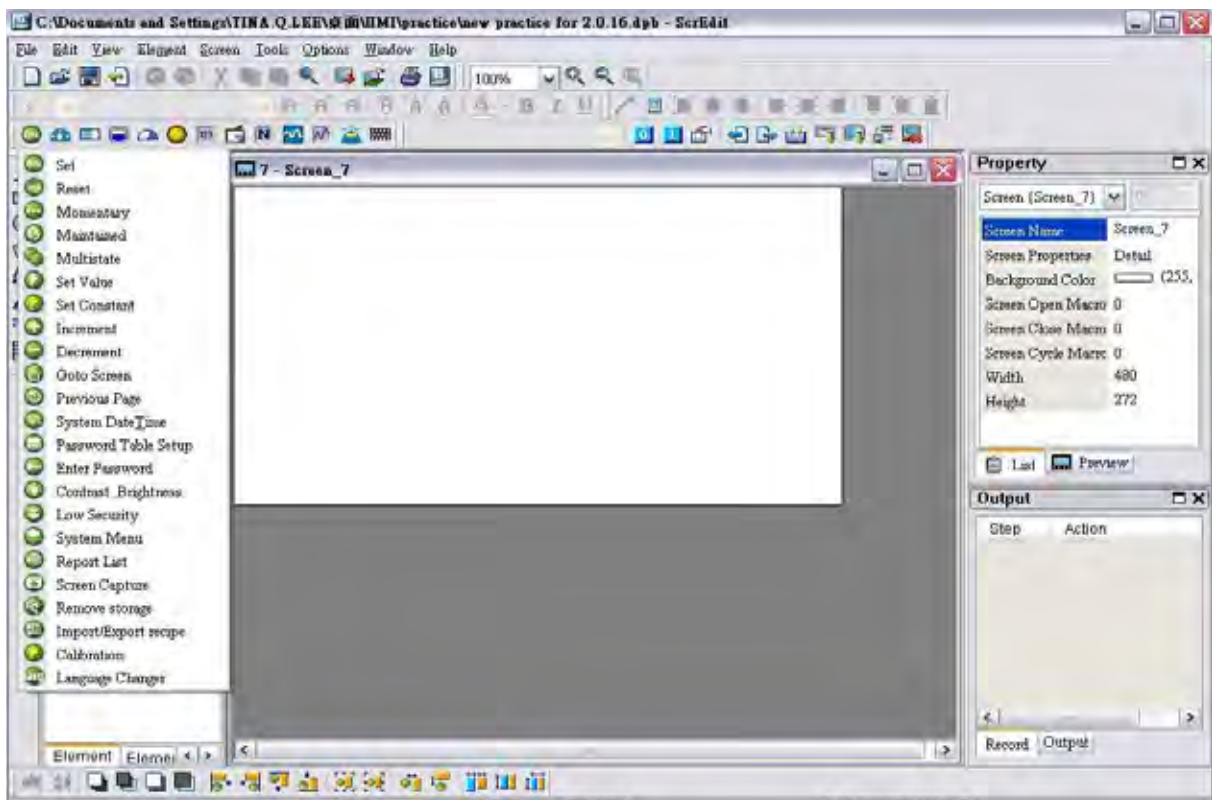

Fig. 3-8-3 Escolha o ícone Elemento na barra de ferramentas
3. Escolha o ícone elemento na barra de ferramentas como na Fig. 3-8-3.